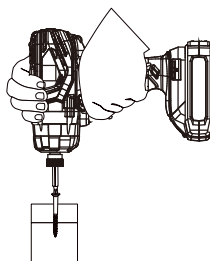

Fig. 10
- Insérez la mèche de tournevis complètement dans la tête de la vis (figure 10).